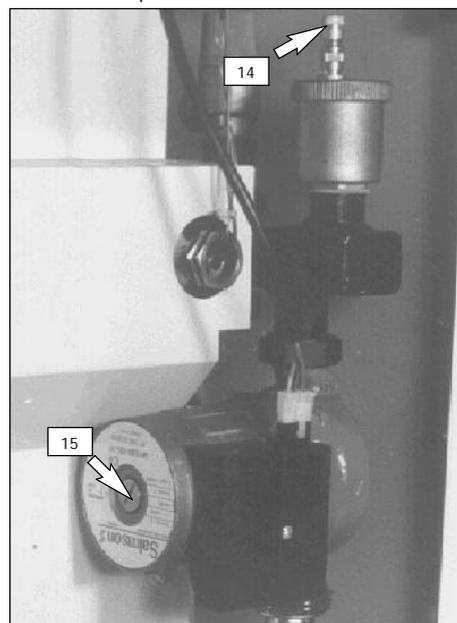

fig. 4.2
- 6 Allentare il tappo della valvola di sfiato automatico (14 in fig. 4.2).
- 13 Procedere allo sfiato dell'aria nei circolatori allentando il tappo (15 e 18 in fig. 4.2). Nel caso sia necessario eseguire lo sblocco dei circolatori, togliere completamente il tappo e girare il rotore nel senso della freccia posta sulla targhetta.